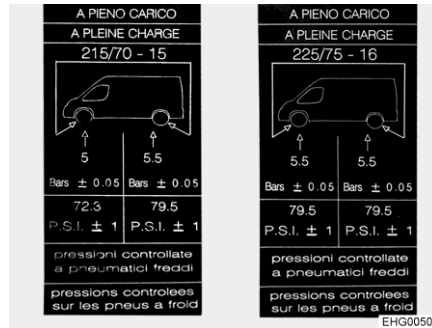

Fig. 164 Autocollant d'indication de la pression des pneus sur le montant B (exemple)
- ▷ Les autocollants indiquant la pression de pneus nécessaire sont apposés sur le côté intérieur du montant B (voir Fig. 164).